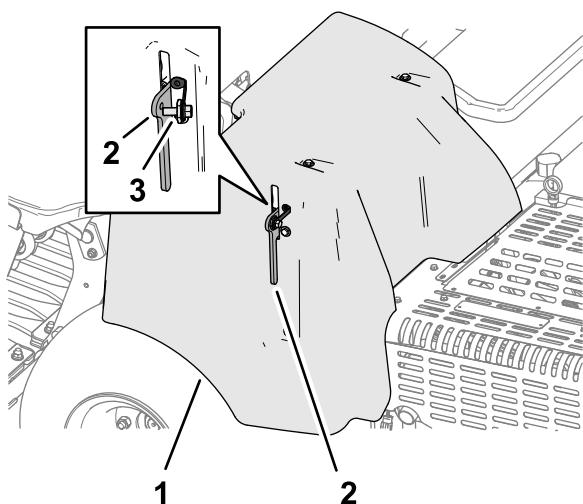

Figura 147
4. Si la máquina tiene la trabilla del cierre de la cubierta de la correa CE, enrosque el perno de la trabilla en el taladro del cierre de la cubierta y apriete el perno (Figura 147).